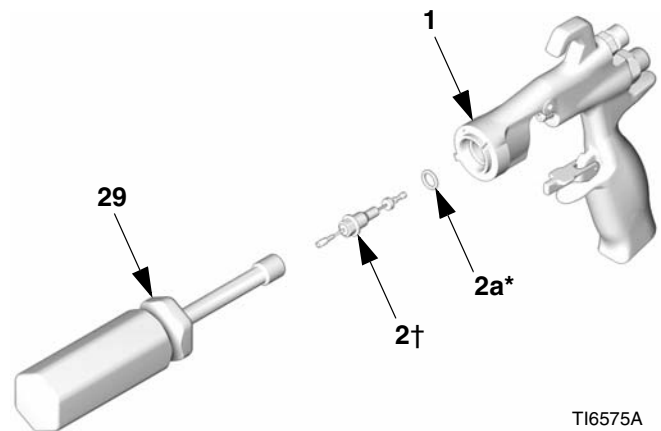
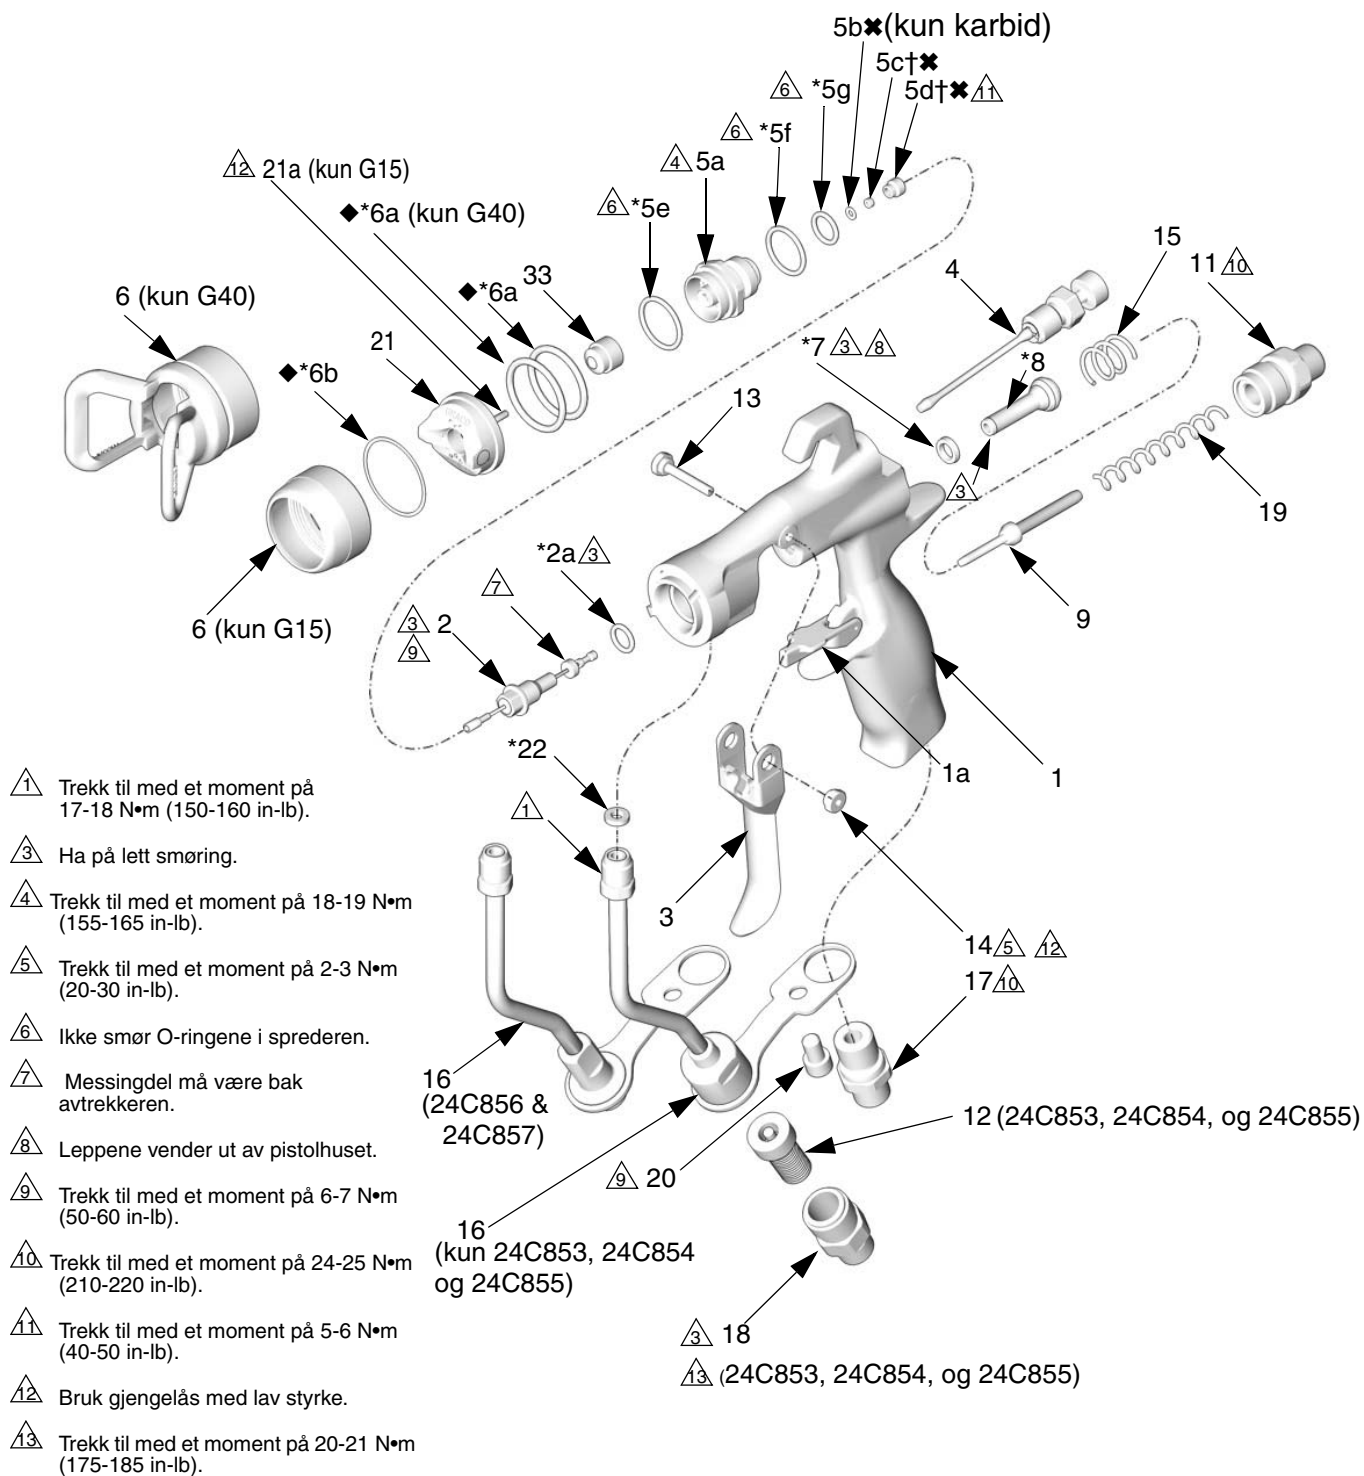

FIG. 42
FIG. 43
1. Installer slangekappen (22\*) i pistolen. Stram væskeslangekobleren (C) for hånd inn i pistolens væskeinntak. Stram luftinntaktilpasningen (17) og skruen (20) for hånd. Trekk væskeslange koblingen til et moment på 17-18 N•m (150-160 in-lb). Trekk luftslange koblingen til et moment på 24-25 N•m (210-220 in-lb). Trekk væskeslange knektskruen til 6-7 N•m (50-60 in-lb). Se FIG. 43.
2. Installer væskefilteret (12) langs slangen inn i bunnen av væskeslangen. Skru væskeinntakstilpasningen (18) inn i bunnen av slangen. Trekk til med et moment på 175-185 in-lb (20-21 N•m). Se FIG. 43.
4. Smør fremre ende av luftventilmontagen (8\*). Skyv forsiktig luftventilmontagen inn i baksiden av pistolen og så langt den kan gå, så den passerer gjennom U-koppen (7\*). Vær forsiktig så du ikke skader U-koppen. Se FIG. 43.
5. Sett forsiktig den tynnere enden av skaftet (9) inn i luftventilen (8\*).
6. Sett inn de to fjærene (15 og 19). Skru fjærhetten (11) på baksiden av pistolhuset. Trekk til med et moment på 24-25 N•m (210-220 in-lb).
7. Smør forsiktig nålmontagens O-ringer og skaft der pakningen glir. Forsikre at O-ringen (2a\*) er på plass i pistolhuset (1).
8. Sett væskesnålmontagen (2) inn i munningen på pistolen. Ved hjelp av muttertrekkeren (29) skru væskesnålmontagen inn i pistolhuset (1) og trekk til med et moment på 6-7 N•m (50-60 in-lb). Se FIG. 42.
9. Installer avtrekker (3), lageraksel (13) og mutter (14). Bruk gjengelås av lav styrke og forsikre at messingdelen av væskesnålmontagen (2) er bak avtrekkeren. Se FIG. 43. Smør begge sider av lageraksel der avtrekkeren har kontakt med nålen og smør begge sidene av pistolen der avtrekkeren har kontakt med pistolhuset. Trekk til med et moment på 2-3 N•m (20-30 in-lb).
10. Hold inne avtrekkeren til pistolen for å trekke nålen tilbake mens du skrur spredermontagen (5) inn i pistolhuset (1) ved hjelp av pistolverktøyet (30). Trekk til med et moment på 18-19 N•m (155-165 in-lb). Når ordentlig strammet, vil flensen bunne ut på pistolen.
11. Fest mutteren (6), lufthetten (21) og dysen (33).